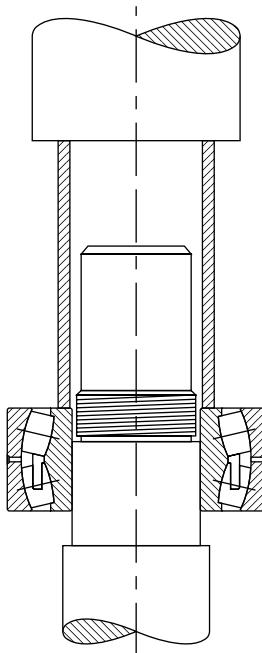

Abb. 17. Dornpressmethode
- Eine alternative Montagemethode, die normalerweise nur für kleinere Wälzläger verwendet wird, besteht darin, das Pendelrollenlager auf die Welle auf- bzw. in das Gehäuse einzupressen. Hierfür können eine Dornpresse und ein Montagerohr verwendet werden (vgl. Abb. 17).